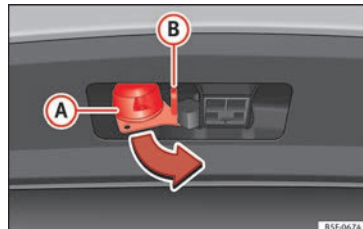

Fig. 237 Girar el conector de 13 polos
- Agarre el conector de 13 polos por la zona **A** y extráigalo en el sentido de la flecha **»» fig. 237**.
- Agarre el conector de 13 polos por la zona **A** e introdúzcalo en el sentido contrario al de la flecha **»» fig. 237**.
El ojal de seguridad **B** **»» fig. 237** sirve para enganchar el cable de retención del remolque.